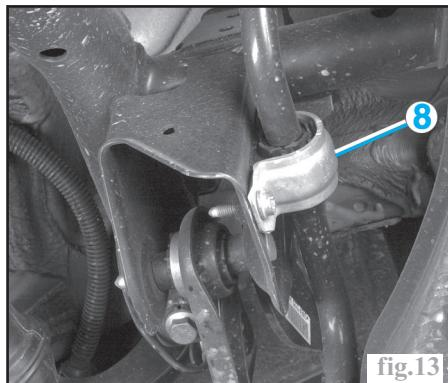

fig.13
- La vis de fixation (7) de la barre de direction.
Déposer le collier de la barre stabilisatrice (8) (Fig.13).